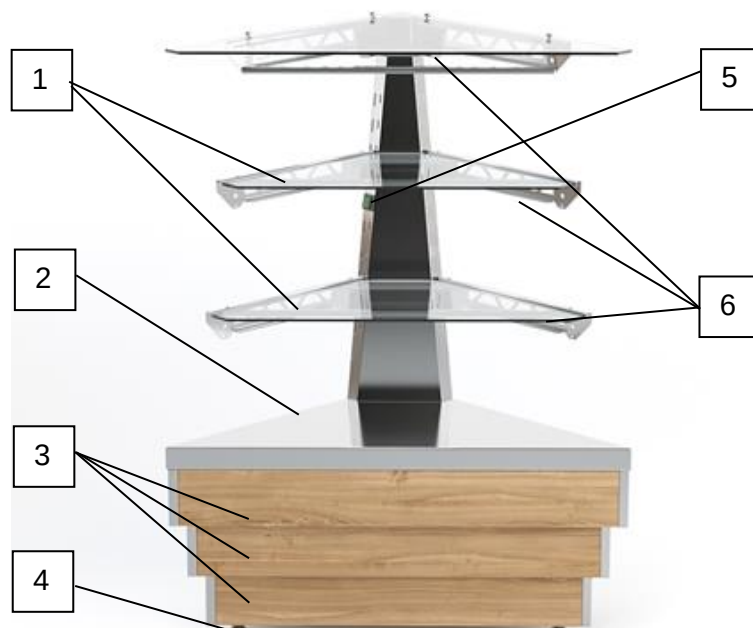

Рисунок 1. Вид кондитерской витрины со стороны покупателя.
Для включения следует включить переключатель (5) (см. рис.1). При включении загорается подсветка кнопки переключателя.